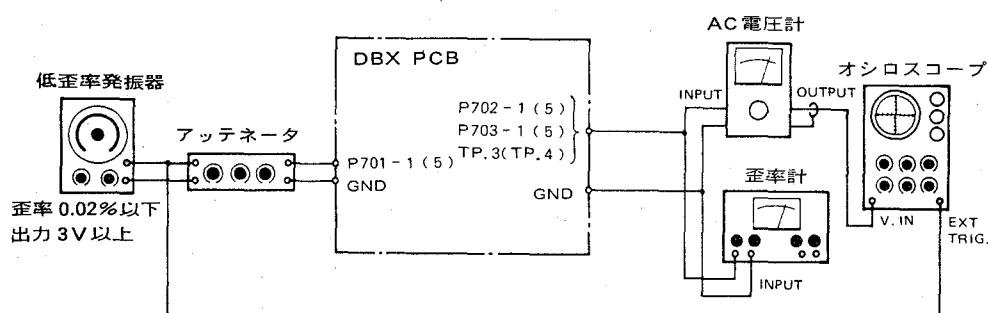

図21 エンコーダ調整時の接続
- P 701～P 703の線材を外し、図21のように測定器を接続する。(各コネクタのピン1はLch, ピン5はR ch)
- 測定器の接続を図21に戻す。